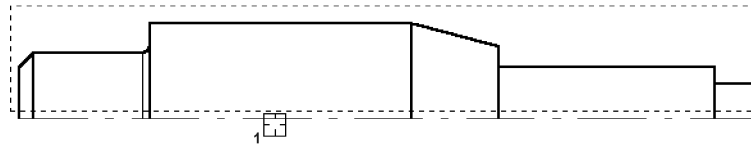

Рис. 18.14. Построение симметричных объектов
- 13.2. Выделите верхнюю половину детали за исключением осевой линии. Пример формирования рамки выбора показан на рис. 18.14.